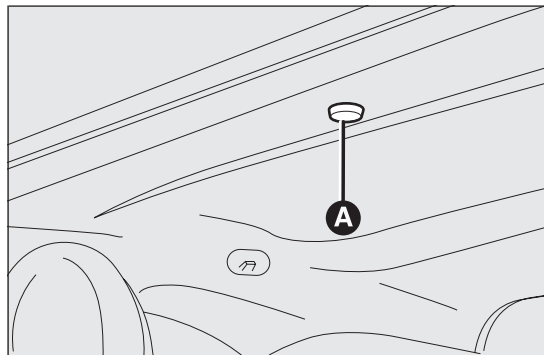

РИС. 47
- ❑ снять защитную крышку А РИС. 47 из гнезда для ручного управления, которое находится на внутренней облицовке сзади солнцезащитной шторки